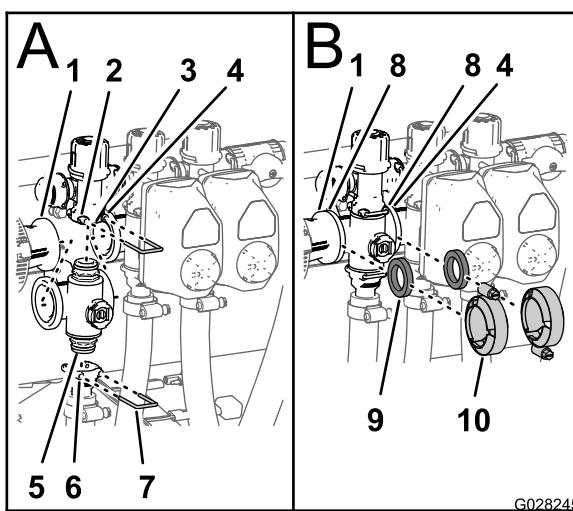

図 78
- エンドキップフィッティングを出口フィッティングに取り付ける 出口フィッティングのソケットにリテナーを差し込んで固定する 図 78; A。
- リデューサカップリングのフランジと個別ブームバルブマニホールドのにガスケット1枚を入れる 図 78; B。
- リデューサカップリング、ガスケット、個別ブームバルブマニホールドを組み立ててクランプを手締めする 図 78; B。